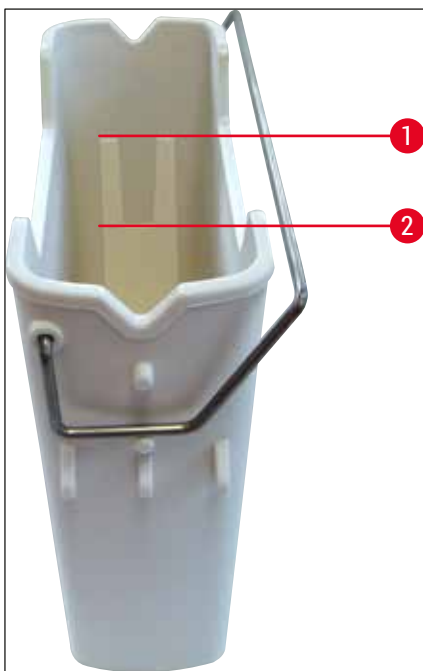

Bild 67
4. Kontrollera att fyllnadsnivån är tillräcklig (→ Bild 67) och reagensmedlet fritt från smuts. Byt ut xylenet om det är kontaminerat (→ Sida 37 – 4.6.3 Förbereda reagenskyvetten, fylla den och sätta in den i laddningsfacket) och rengör reagenskyvetten innan du fyller på den igen.